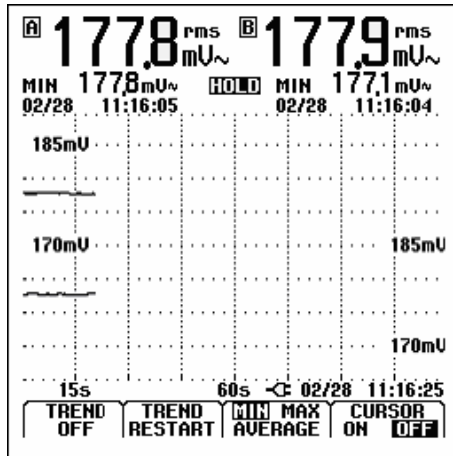

Abbildung 5-1. TrendPlot-Messwert
- ③  Starten Sie die TrendPlot-Aufzeichnung. Anschließend sehen Sie ein Bild wie in Abbildung 5-1.